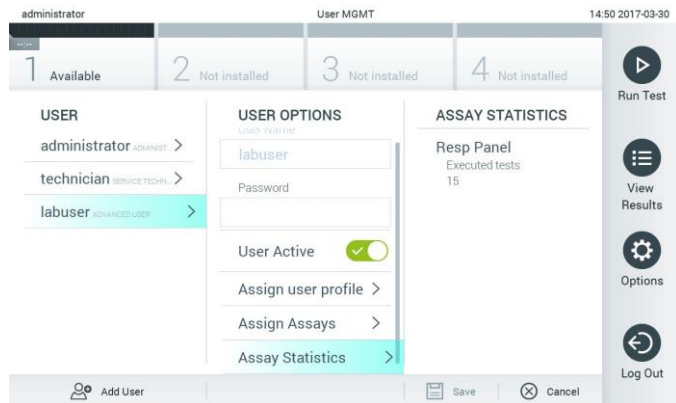

图 51. 查看检测统计数据。
- Assay Statistics（检测统计数据）：显示所选用户运行的检测的次数（图 51）。